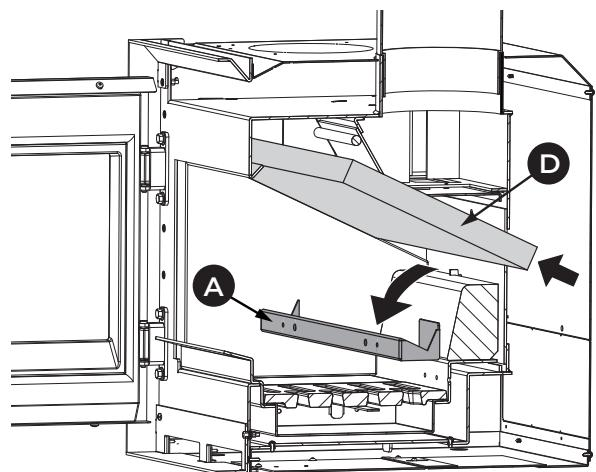

Fig. 8.1
1	Fig. 8.1 uniquement pour Apollo: Soulever le déflecteur (D) et retirer la plaque de la post-combustion (A)